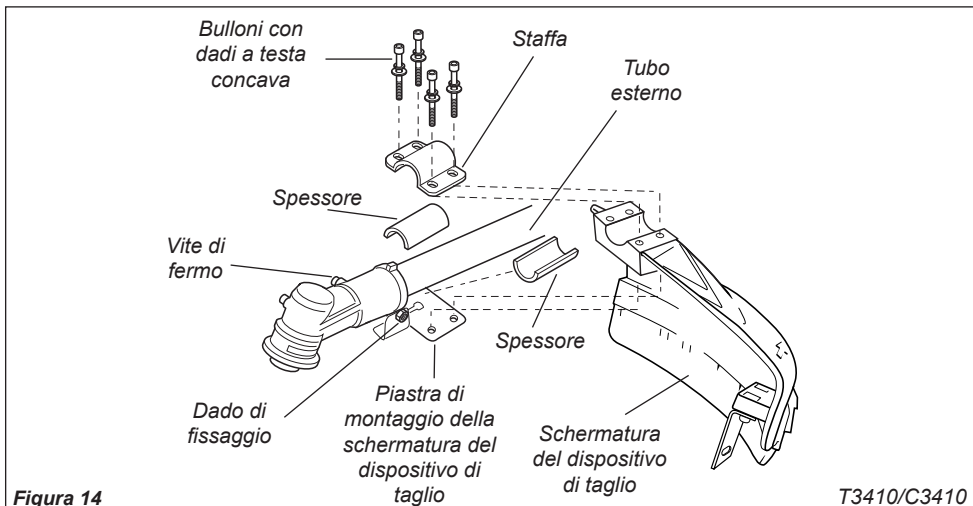

Figura 14
1. Inserire la schermatura del dispositivo di taglio tra il tubo esterno e la piastra di montaggio della schermatura del dispositivo. Vedere Figura 14.
2. Inserire due spessori e la staffa sul tubo esterno e stringere i quattro bulloni con dadi a testa concava. Vedere Figura 14.